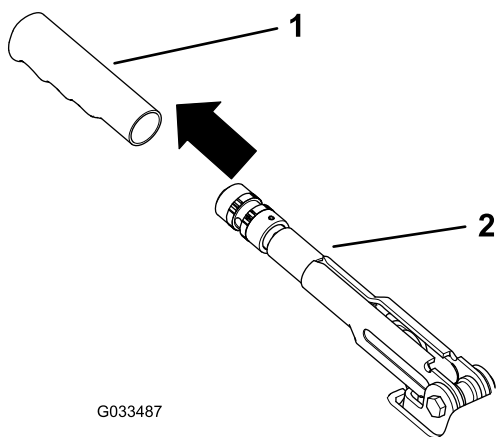

Figure 64
1. Enlevez la poignée en caoutchouc du levier de frein de stationnement (Figure 64).